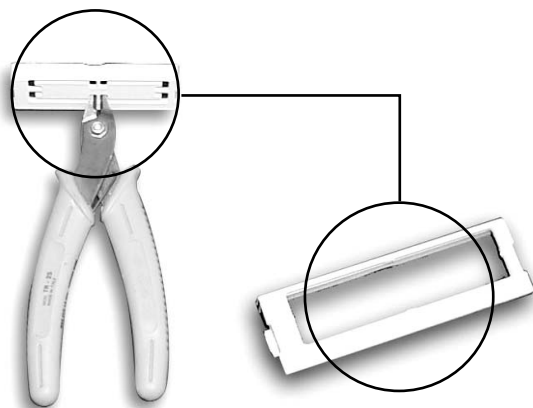

Fig. 2
2. Con un tronchesino, eliminare dallo sportellino la parte plastica prefatturata, ottenendo il foro corrispondente all'uscita del connettore a 3 vie (vedi Fig. 2);
2. Using cutting nippers, remove the pre-cut plastic part of the hatch, making the hole for the 3-way connector (see Fig. 2);